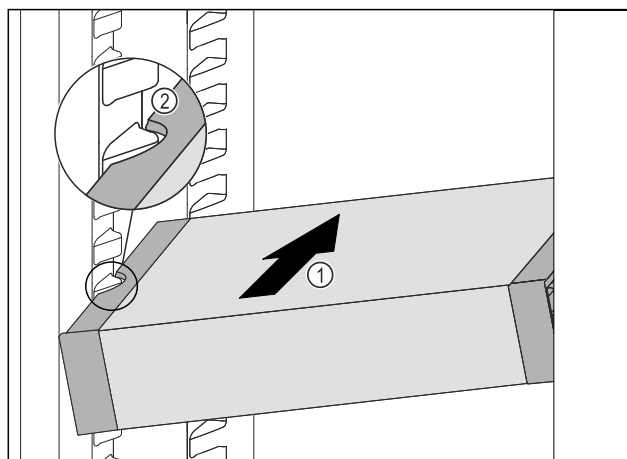

Fig. 124
- ▶ VarioSafe gurajte koso u hladnjak Fig. 124 (1) sve dok se bočni otvori Fig. 124 (2) ladice VarioSafe ne nađu na visini žlijeba spremnika u hladnjaku.